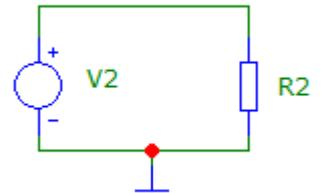
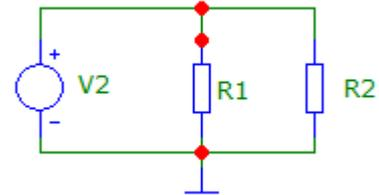
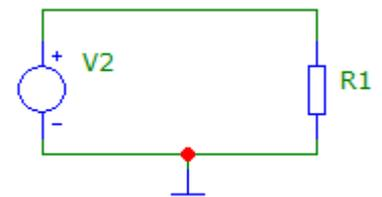

Рис. 4.2 - Схема исследования параметров резистора по переменному току
Рис. 4.3 - Схема исследования реальной модели резистора
Рис. 4.4 - Схема исследования нелинейной идеальной модели резистора
5. Заменить источник постоянного напряжения  $V1$  универсальным источником напряжения *Voltage Source* (Рис. 4.2). Указать на схеме группу и номер варианта.
Нарисовать в редакторе программы Micro-Cap схему исследования параметров реальной модели резистора (Рис. 4.3). Для этого схему Рис. 4.2 нужно дополнить резистором  $R2$ .
Нарисовать в редакторе программы Micro-Cap схему исследования параметров нелинейной модели резистора (Рис. 4.4). Для этого из схемы Рис. 4.3 следует удалить резистор  $R2$ .